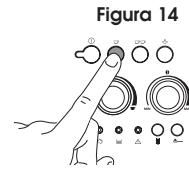

Figura 14
4. Pulse el botón  (Figura 14) para hacer una taza de espresso/café o el botón  (Figura 15) para hacer 2 espresso/café.
**Nota:** Cuando la máquina está preparando el espresso/café, usted podrá cortar el suministro de café en cualquier momento pulsando el botón  (Figura 14) o el botón  (Figura 15), según lo que haya seleccionado previamente.
**Nota:** Si desea aumentar la cantidad de café que le ha servido la máquina, pulse y mantenga pulsado el botón  (Figura 14) o el botón  (Figura 15), según lo que haya seleccionado previamente, hasta obtener la cantidad que desee. Esta operación hay que realizarla antes de que pasen 3 segundos desde que se sirvió el espresso/café.
5. Pulse el botón  (Figura 14) para preparar una taza de espresso/café.
**Nota:** Cuando la máquina está preparando el espresso/café, usted podrá cortar el suministro de café en cualquier momento pulsando el botón  (Figura 14).